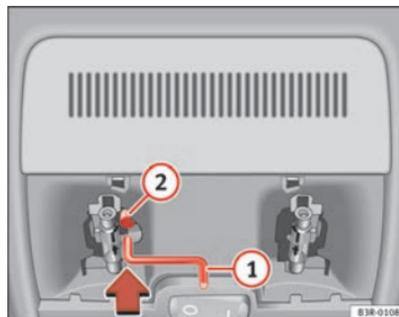

Abb. 84 Ausschnitt aus Dachhimmel: Kurbel für Notbetätigung
- Drücken Sie die Kurbel ① bis zum Anschlag in das Sechskantloch ② ⇒ Seite 118, Abb. 84.